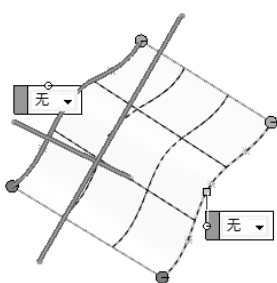
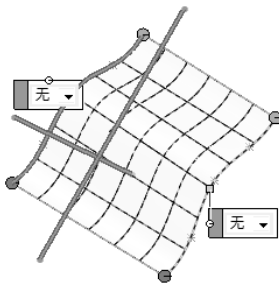

图 8-39 3 个网格密度预览
图 8-40 6 个网格密度预览
- ◆ 网格预览：生成的边界曲面预览以网格形式预览，如图 8-39 所示，其中网格密度用来调整其格子密度，如图 8-40 所示。